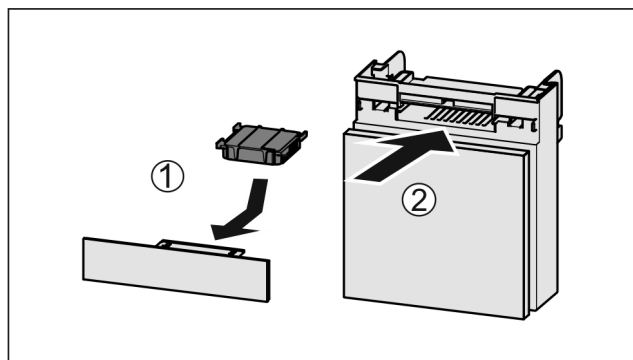

Fig. 187
- Anbring aktivkulfilteret som vis på billedet Fig. 187 (1).
- Skub rummet ind Fig. 187 (2).